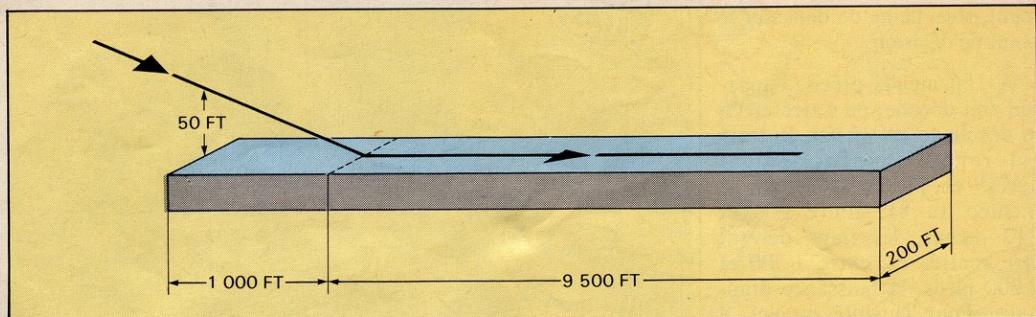

Fig. 10. – Le terrain d'atterrissement.
Dans le cas contraire, il faut atterrir, et la piste ne tarde pas à apparaître (fig. 10). Les opérations d'atterrissement doivent être effectuées. L'avion bien maintenu dans le cône ILS, il faut sortir le train d'atterrissement. Dès que l'altitude atteint 50 pieds, le pilote doit redresser l'avion à l'horizontale (touche →), et lorsque l'avion a touché le sol (altitude radar 0), il faut inverser la poussée (R) et freiner (B).